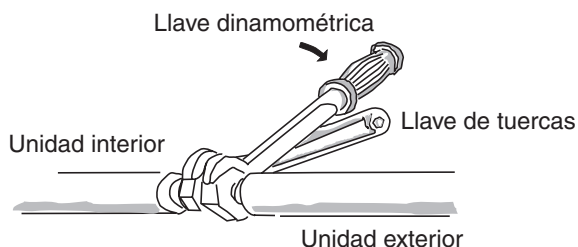

Fig. 6-6
- (1) Unir fuertemente el tubo de refrigeración del lado interior que sale de la pared con el tubo del lado exterior.
- (2) Para apretar las tuercas acampanadas, aplicar el par especificado a la derecha:
- Al quitar las tuercas acampanadas de las conexiones de los tubos, o al apretarlas después de conectar los tubos, asegurarse de utilizar 2 llaves de tuercas tal y como se indica. (Fig. 6-6)